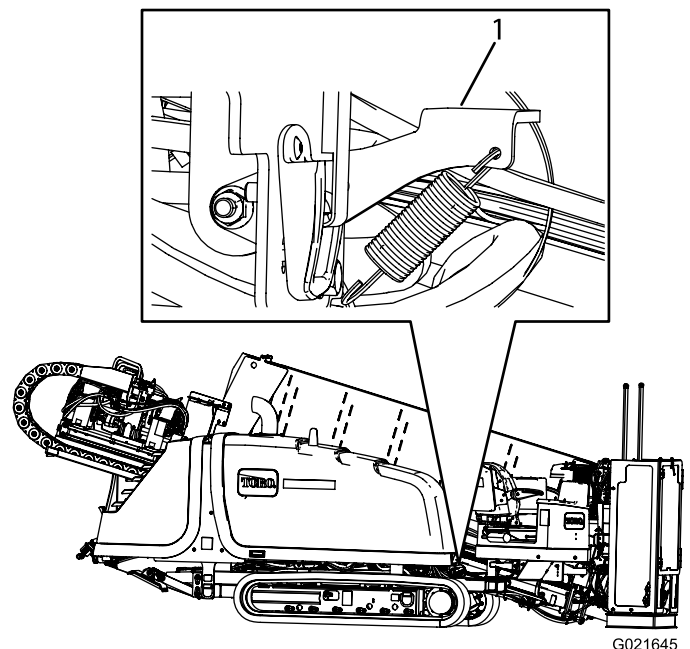

Figure 95
2. Appuyez sur le verrou du capot, comme montré à la Figure 95.